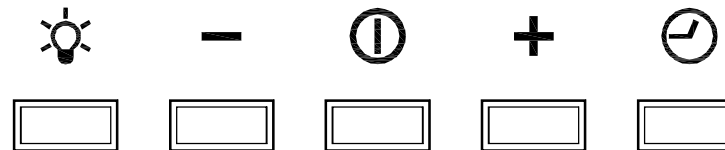

РИС. 9
7.2.3. Электронный переключатель blue ice (рис. 9).